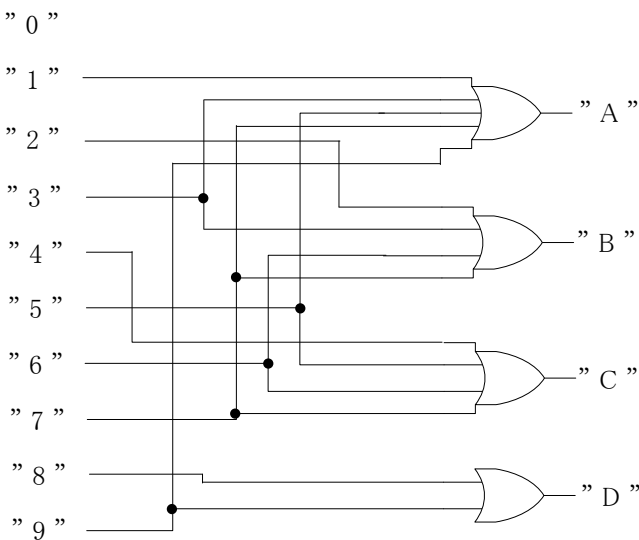

図6-5 エンコーダ
- (1) 図6-5のように配線する。
- (2) 動作を確認して、結果を表6-5の真理値表に記録する。